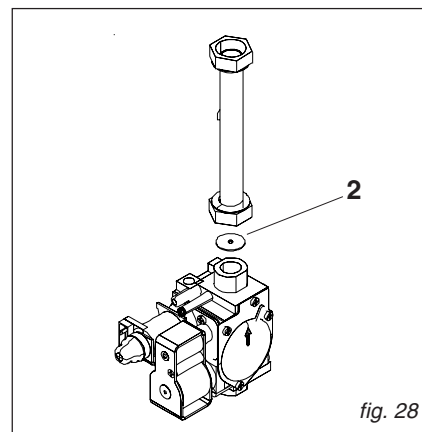

fig. 28
- inserire (per gas GPL) o togliere (per gas metano) il diaframma "2" fig. 28 all'uscita della valvola gas;